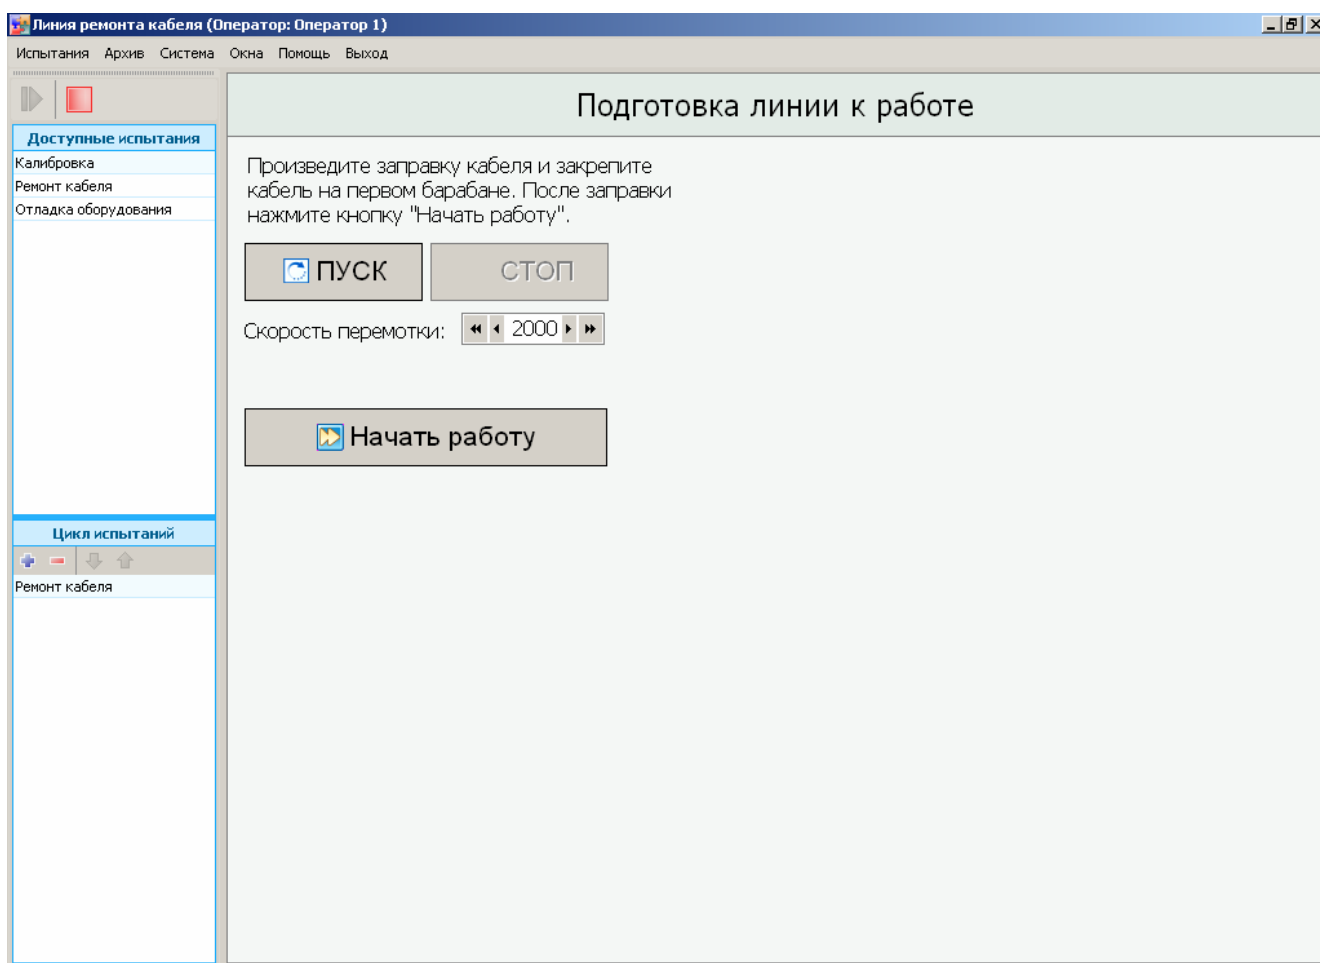

Рисунок 1.5
4. После выбора типа кабеля основное окно программы примет вид (рис.1.5):